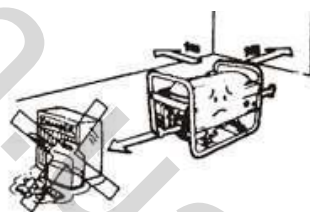

Рис. 4
3.4 Кладіть горючі речовини від установки на відстані не менш ніж 1 м (Рис. 4).